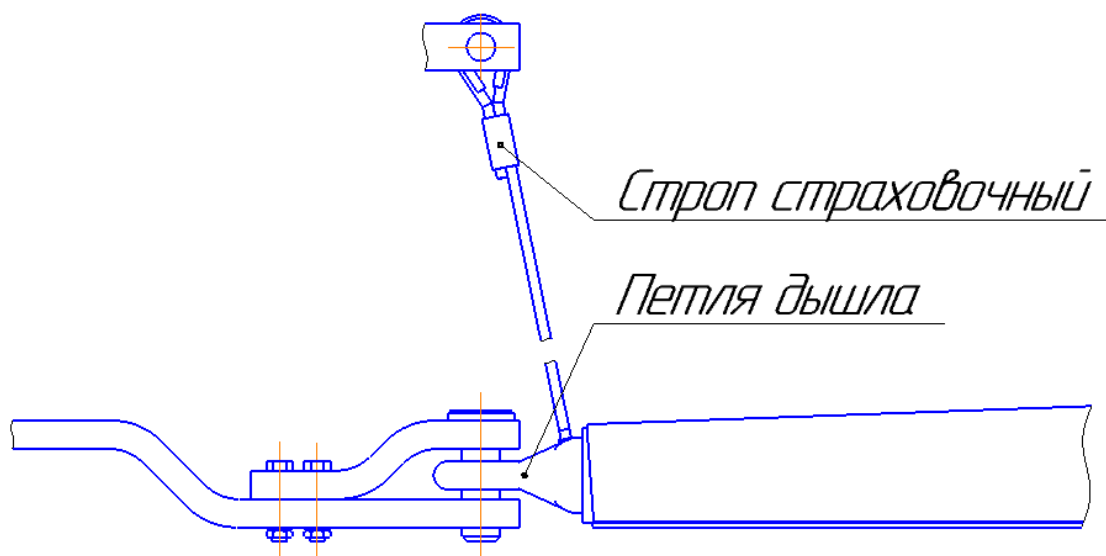

Рисунок 4.2 – Схема агрегатирования с трактором
4.2 При агрегатировании полуприцепа с трактором необходимо сцепную петлю соединить с ТСУ трактора, а страховочный строп подсоединить к местам крепления на тракторе (рисунок 4.2). На тракторе должен быть установлен передний балластный груз.
- соединить сцепную петлю полуприцепа с ТСУ трактора и закрепить страховочные стропы к месту крепления на тракторе (рисунок 4.2);